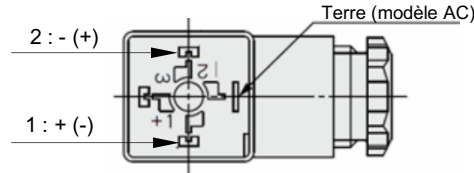

Figure 7. Broches de connecteur DIN
- Serrez les vis et les raccords conformément à la figure 7.